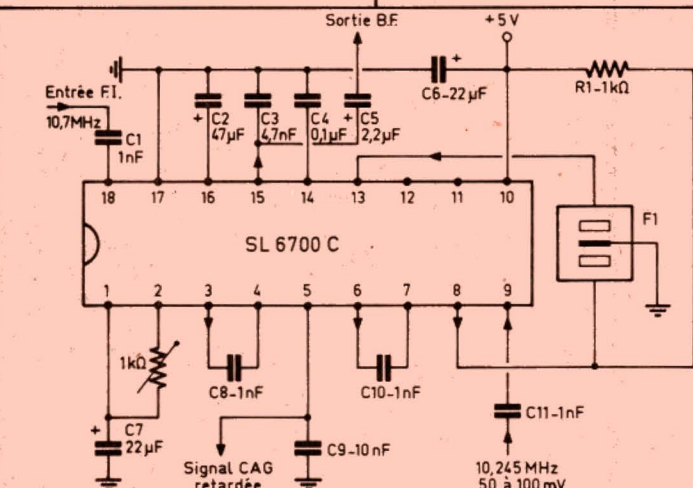

Fig. 1
Le schéma de la figure 1 représente un exemple d'utilisation du circuit SL6700 dans un récepteur à double changement de fréquence. Le premier signal F.I. est appliqué à la broche 18 et les deux amplificateurs F.I. sont réunis en série par C_8 placé entre les broches 3 (sortie du premier amplificateur) et 4 (entrée du second). La sortie de ce dernier (broche 6) est reliée par C_{10} à l'entrée du mélangeur, qui reçoit, sur la broche 9, un signal de 10,245 ou 11,155 MHz, provenant d'un oscillateur séparé, de façon qu'on dispose, sur la broche 8 d'un signal sur 455 kHz, qui est envoyé directement à l'entrée du détecteur (broche 13) à travers le filtre céramique F_1 .
Le mélangeur reçoit donc le signal incident sur 7 et celui de l'oscillateur sur 9, de sorte qu'à sa sortie (8) on dispose d'un signal F.I. de 455 kHz, que l'on envoie à l'entrée F.I. (18) à travers le filtre céramique F_1 . Les deux amplificateurs F.I. sont connectés en série, comme dans la figure 1, mais à travers le filtre céramique F_2 et la sortie de l'amplificateur F.I. (6) est couplée à l'entrée du détecteur (13) à travers un troisième filtre céramique F_3 . La C.A.G. utilisée ici est du type non retardée.